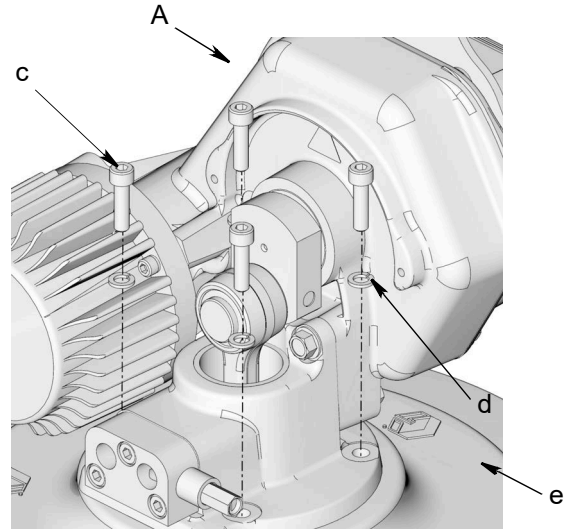

図 4
- Dyna-Star ポンプ (A) をカバー (e) に保持しているネジ (c) およびワッシャー (d) を取り外して、ポンプをカバーから取り外します (図 4)。これらのパーツは取り付けに使用します。